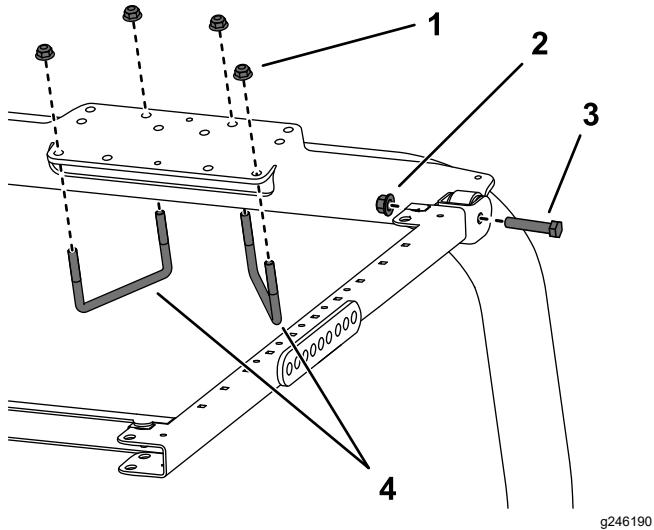

Figure 31
7. Placez le support du ROPS au sommet de l'arceau de sécurité du groupe de déplacement (Figure 31). Centrez bien l'arceau de sécurité dans le support du ROPS.
8. Utilisez les trous indiqués à la Figure 31 pour fixer le support du ROPS au sommet de l'arceau de sécurité à l'aide de 2 étriers filetés ($4\frac{1}{2}$ " x $2\frac{3}{4}$ ") et de 4 écrous à embase.